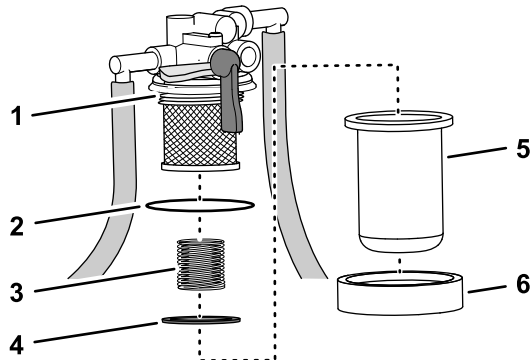

Figura 68
1. Coloque un recipiente debajo del cuerpo del filtro de combustible, retire la tuerca del cuerpo y retire el cuerpo del filtro del cabezal del filtro (Figura 68).
3. En el cabezal del filtro, compruebe el estado de la junta tórica (Figura 68).
5. Monte el muelle y el flotador en el cuerpo del filtro de combustible (Figura 68).
6. Monte el cuerpo de combustible y la tuerca del cuerpo en el cabezal del filtro y apriete la tuerca a mano (Figura 68).